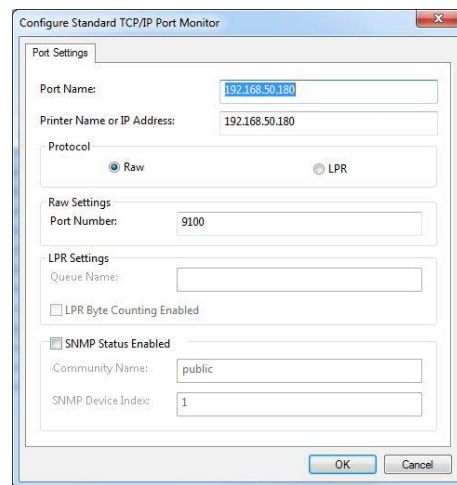

Abbildung 56: Benutzerdefinierte Einstellung
- Geben Sie bei "Portnummer" dieselbe Nummer ein, die auch im Drucker eingestellt ist. Stellen Sie das Protokoll auf "RAW" Dann klicken Sie auf "OK". (Siehe Abbildung 56. Diese Abbildung zeigt nur eine Beispielhafte IP Adresse. Stellen Sie sicher dass Sie die richtige IP Adresse ihres Druckers eingeben).